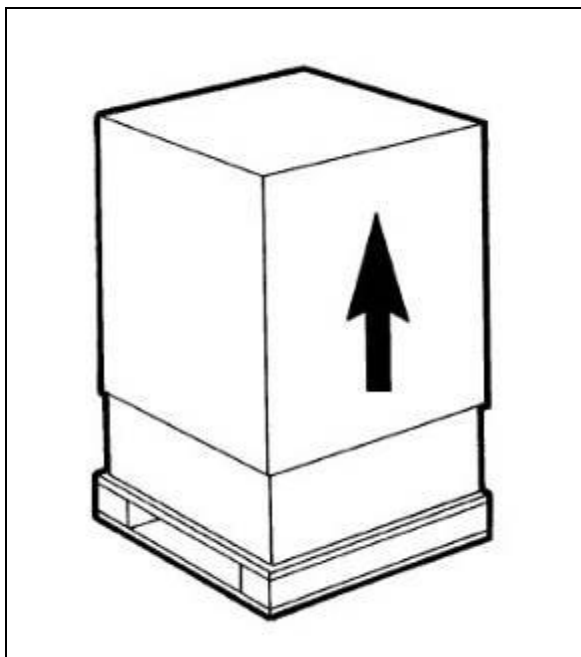

Fig. 18
a) Après avoir retiré l'emballage, **conserver tous les éléments pour le stockage hivernal** et s'assurer de l'intégrité de l'appareil (fig.18).